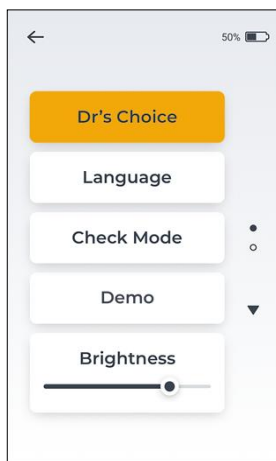
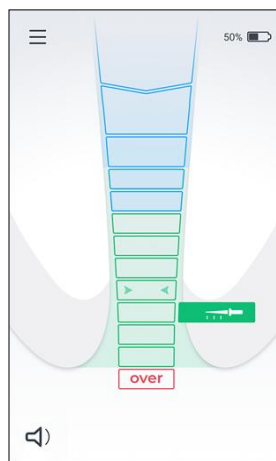

Fig. 12
Fig. 13
- Entre no menu Configurações e toque na aba Escolha do Doutor – consulte a Fig. 12. A “Escolha do Doutor” ficará laranja enquanto estiver ativada, e a linha apical da Escolha do Doutor aparecerá na tela inicial – consulte a Fig. 13.
- Para desativar a linha apical de Dr's Choice, acesse o menu de configurações e desative a Dr's Choice tocando na aba “Dr's Choice” – consulte a Fig. 12.